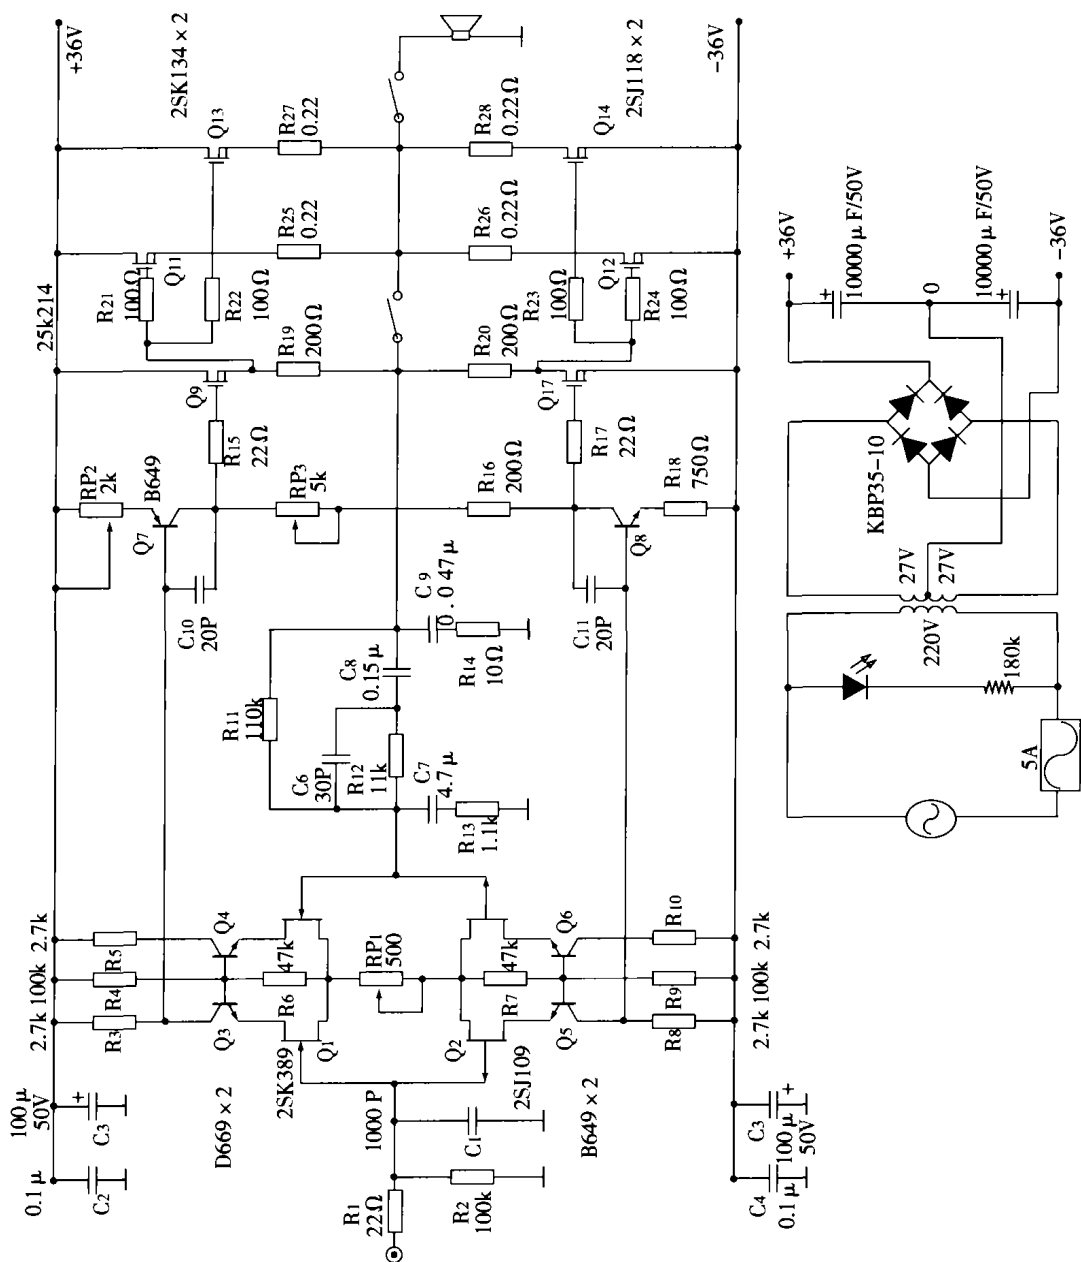

图1
1. 按图 1 安装好元器件, 认真检查各元器件做到准确无误, 此时先不连接末级功率场效应管。接通电源之前, 首先将线路板上地、正、负三条线加粗, 并用 2mm^2 的铜线焊上, 以减小印板的电阻, 消除自激。